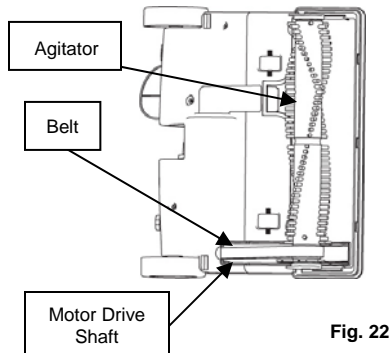

Fig. 22
3. Carefully remove any debris from the belt and agitator area. (Fig. 22)
6. Positionnez la nouvelle courroie par-dessus l'arbre de conduite du moteur et ensuite par-dessus l'agitateur. (Fig. 22)
12. Si les agitateurs ne bougent pas ou que l'aspirateur ne démarre pas, veuillez appeler le Service à la Clientèle au numéro sans frais 1 (866) 826-6941.
3. Enlevez délicatement tous débris provenant de la courroie dans la zone de l'agitateur. (Fig. 22)
6. Carefully loop the new belt over the motor drive shaft and then over the agitator. (Fig. 22)
12. If the agitator does not move or the vacuum does not start, please call Customer Service, toll free, at 1(800) 798-7398.